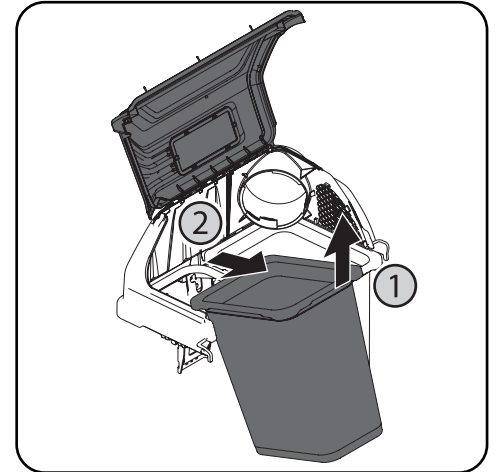

Figura 5-4
3. Extraiga ambos conjuntos de bolsas de las ménsulas de soporte para bolsas, para lo cual debe levantar el borde delantero primero y luego deslizar el borde trasero hacia adelante y arriba hasta que se aleje del bastidor. Consulte la Figura 5-4.